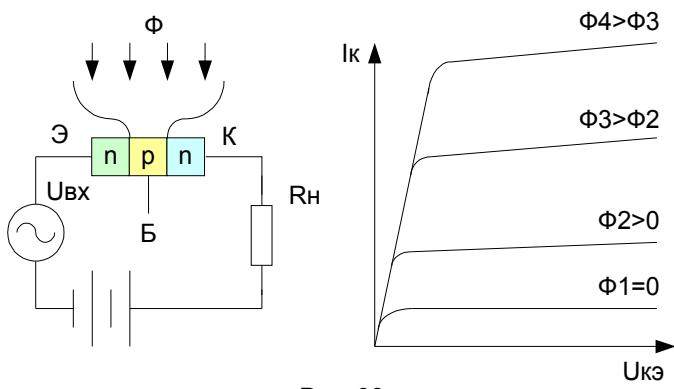

Рис. 93
3) Фототранзисторы. Фототранзистором называется фотогальванический приёмник светового излучения, фоточувствительный элемент которого представляет собой структуру транзистора, обеспечивающую внутреннее усиление (смотрите Рис. 93).